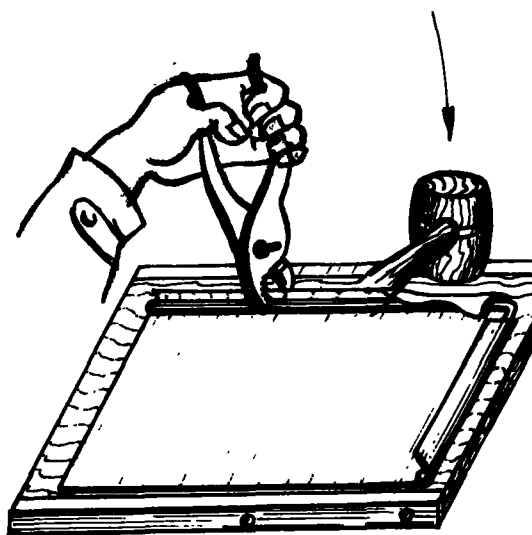

Fig. 2
- d Inicie el enrollado de la pestaña golpeándola con la maceta en toda su longitud (fig. 2).